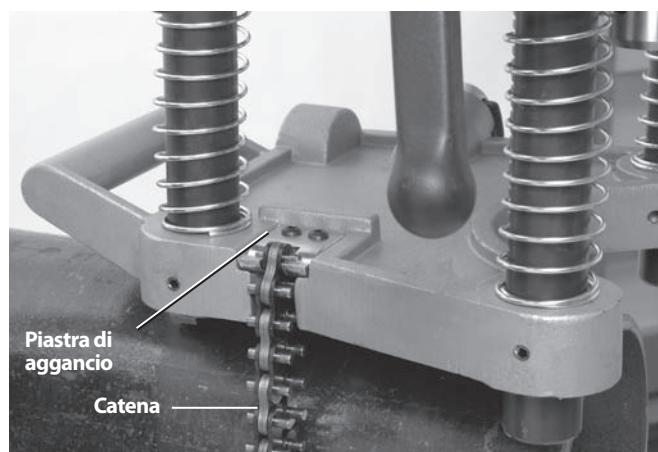

Figura 5 – Aggancio della catena dell'HC-450
3. Tenere sempre almeno una mano sul Foratubi per stabilizzarlo e guidarlo. Afferrare l'estremità della catena e tirarla stretta attorno al tubo. Agganciare la maglia più vicina della catena sulla piastra di aggancio e serrare a fondo la maniglia girevole per tenere il Foratubi contro il tubo. (Ved. Figura 5.)